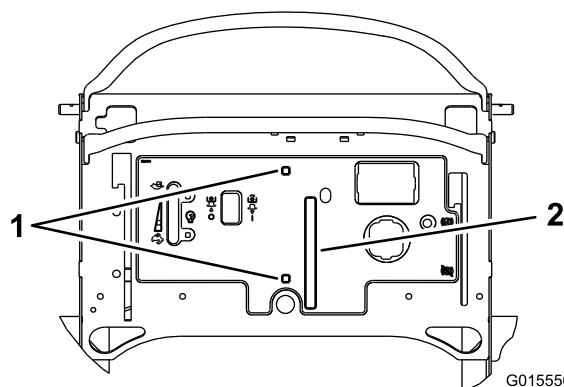

図 9
1. タワーを「型紙」にして、速度コントロール用レバーのためのスロットと、キャリッジボルト用の穴を、デカルに開ける（図 9）。